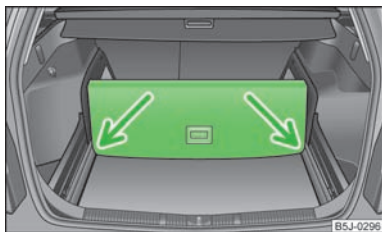

Fig. 48
- Soulevez la partie comportant la fixation et fixez-la en la poussant dans les rainures désignées par les flèches » fig. 48.